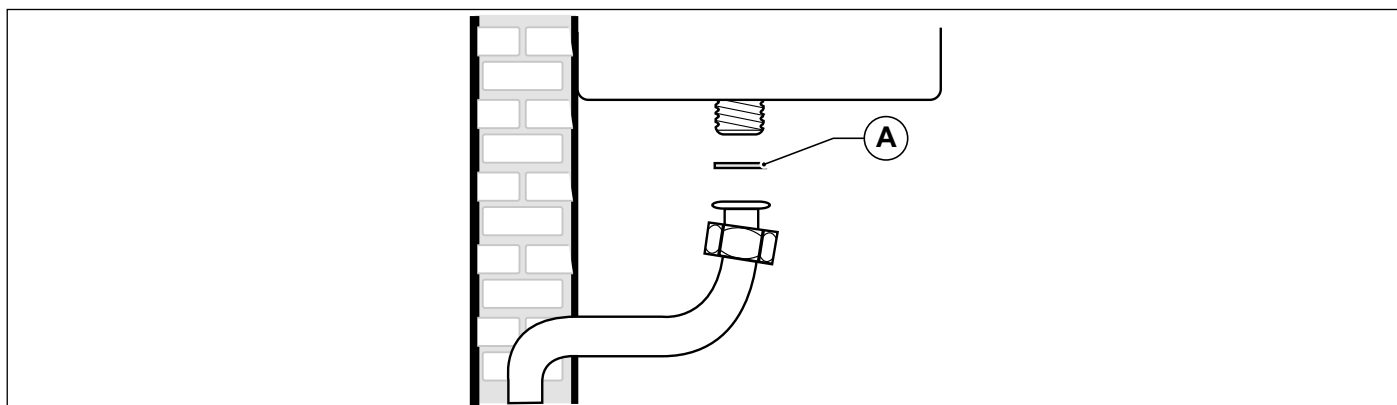

Fig. 18 Allacciamento alla rete del gas
E' OBBLIGATORIO, per collegare l'attacco gas della caldaia alla tubazione di alimentazione, interporre una guarnizione (A) a battuta di misure e materiali adeguati (vedi Fig. 18 Allacciamento alla rete del gas).